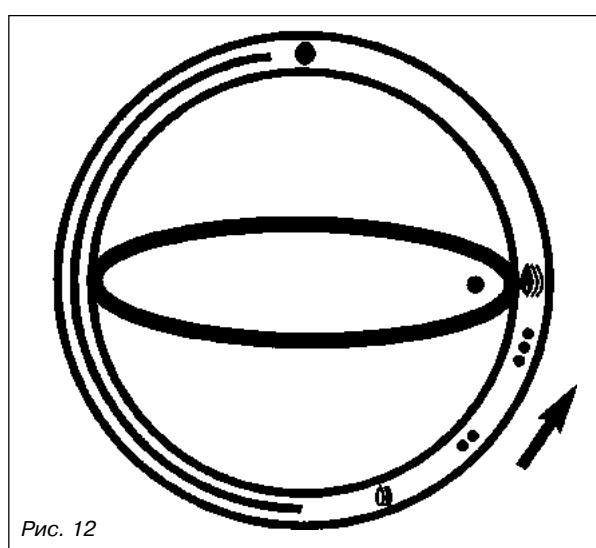

Рис. 12
- Данный аппарат с автоматическим регулированием мощности оснащен устройством, позволяющим пользователю ограничивать максимальную мощность. Для задания границы максимальной мощности надо повернуть ручку в секторе между метками “” и “” (рис. 12).